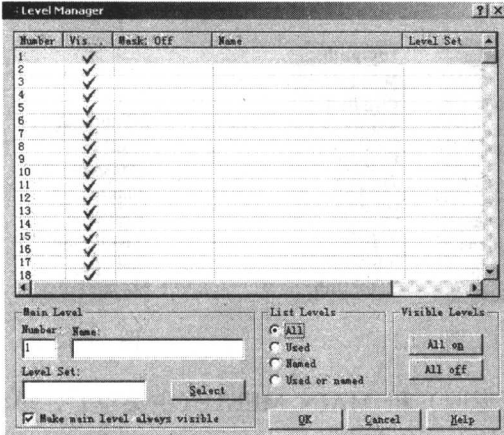

图 1.16
管理)对话框,可以在其中进行与图层有关的各项操作,如层的命名、显示状态等,如图 1.16 所示。
- **Mask:** 限定使用层。单击此命令同样弹出如图 1.16 所示的 Level Manager 对话框进行操作。